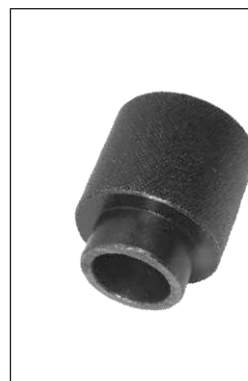

Fig. 1.13A
9. Herramienta instalación retenedor del tubo telescópico 131 350 1 (Fig. 1.13A)